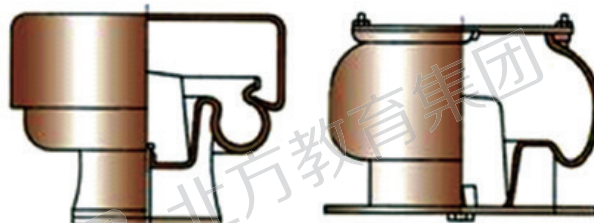

图 9 膜式空气弹簧
(2) 膜式空气弹簧，它由橡胶膜片和金属压制件组成。它比囊式空气弹簧的弹性曲线更为理想，固有频率更低些，且尺寸小，便于布置因而多用于轿车上，但造价贵，寿命较短，如图 9 所示。